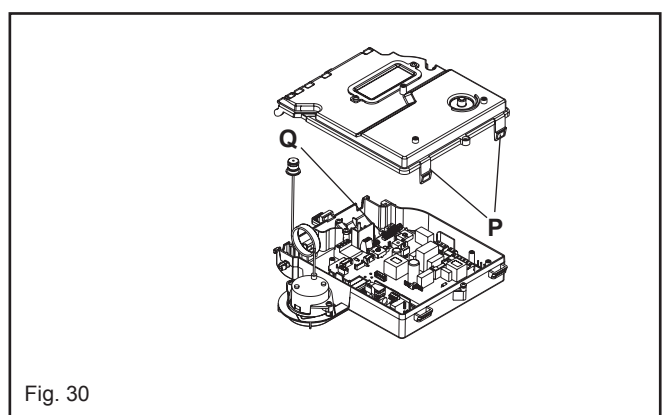

Fig. 30
6.10 PRINTED CIRCUIT BOARD (fig. 30)